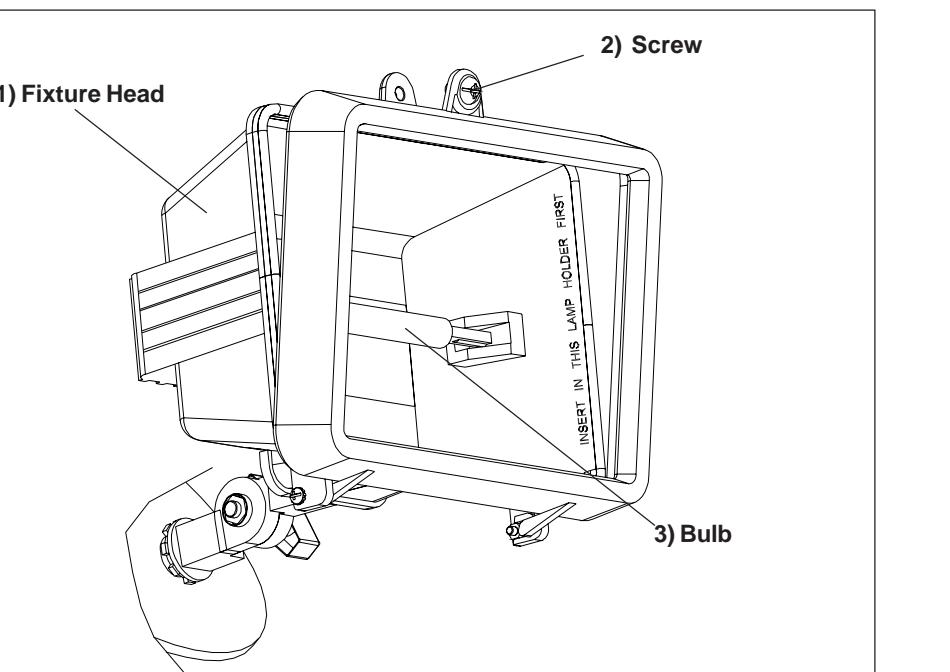

Figure 1
- Desserrez la vis (2) sur le dessus de la tête de l'appareil (1) et ouvrir la porte du compartiment de lampe. **Voir la Fig. 1.****
- Loosen Screw (2) on top of fixture head (1) and open lamp compartment door. See Fig. 1.
- To install bulb: Insert 150watt, 120V Type T-3 quartz halogen bulb (3) into right side of spring loaded socket and push towards socket until it depresses. Position other end of bulb in opposite socket. Make sure each end of bulb is securely seated against socket contact.
- Afloje el Tornillo (2) encima de cabeza del luminario (1) y abra la puerta del compartimento de la lámpara. Vea Fig. 1.
- Para instalar la lámpara, inserte una lámpara de cuarzo halógena T-3 (3) al lado derecho del enchufe cargado de tensión y empuje hacia el enchufe hasta que quede deprimida. Coloque el otro extremo de la lámpara en el enchufe opuesto. Cerciórese de que cada extremo de la lámpara esté seguramente asentada en los contactos del enchufe.